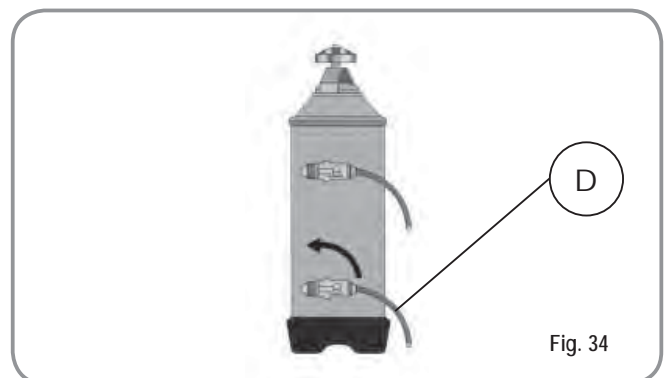

Fig. 34
3) Riportare quindi la leva D verso sinistra (Fig. 34).